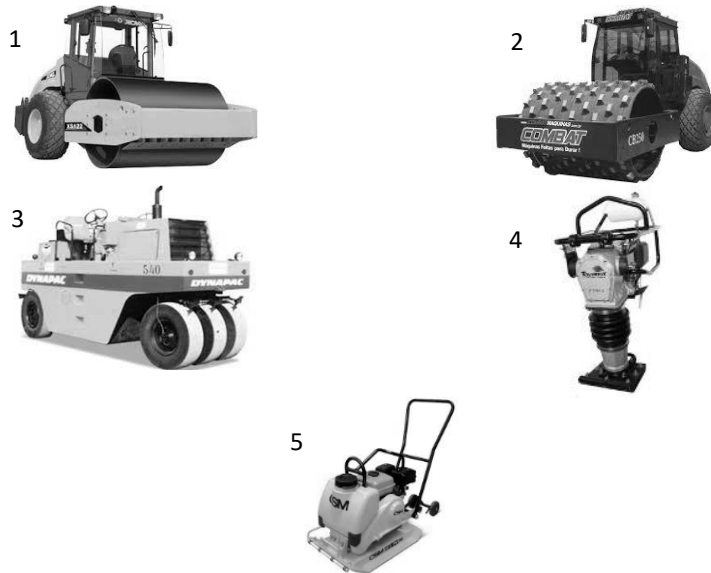

Figura 1 – Equipamentos de compactação. (Adaptado de BRASIL, 2023)
33) Os equipamentos de compactação dos solos são fundamentais para garantir a execução do serviço com qualidade. Os equipamentos utilizam processos de compactação diferentes, tais como amassamento, compressão, impacto e vibração. Cada processo de compactação é recomendado para determinado tipo de solo ou material de revestimento. Analisando os equipamentos de compactação ilustrados na Figura 1, assinale a alternativa **CORRETA**: